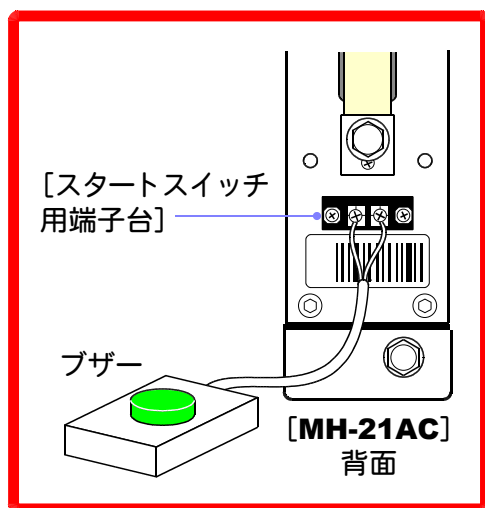

図 7-8
①9 **MH-21AC/31AC** の背面の端子台に、ブザーまたはテスターを接続します(図 7-8参照)。このとき、ブザーが鳴らないこと(テスターで導通がないこと)を確認してください。
②0 電極間にワークをセットし、試運転を行います。電極部分の上下動作を数回くり返してください。**【電極棒】** がワークをはさんだときにブザーが鳴れば、エア加圧ユニットの取付は完了です。ブザーが鳴らないときは、ストッパーと受け座との間が2mmかどうか確認してください。2mmにしてもブザーが鳴らないときは、すき間を0.5～1mmほど広げてください。